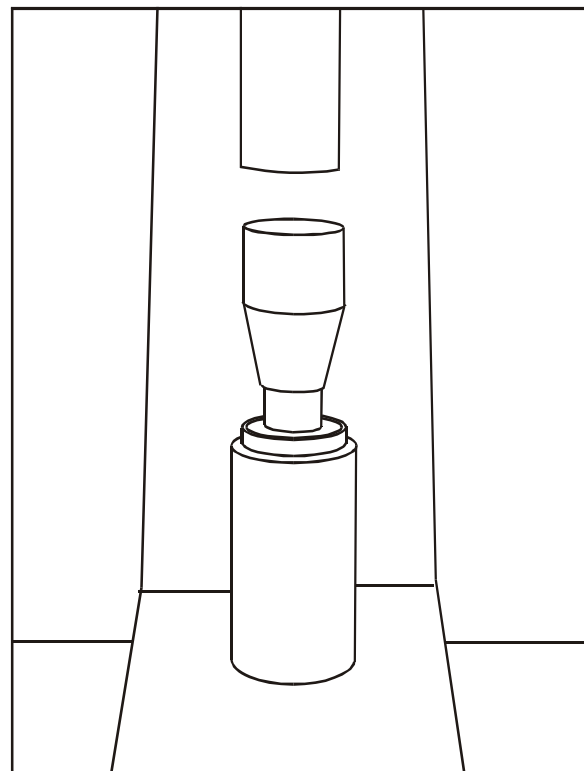

FIG 11
1. Monte o rolamento traseiro com a face blindada voltada para o lado do rotor, junto com o espaçador na árvore. Utilize as ferramentas números: 81 30 418 e 81 30 419 e preense, **Fig. 11**.